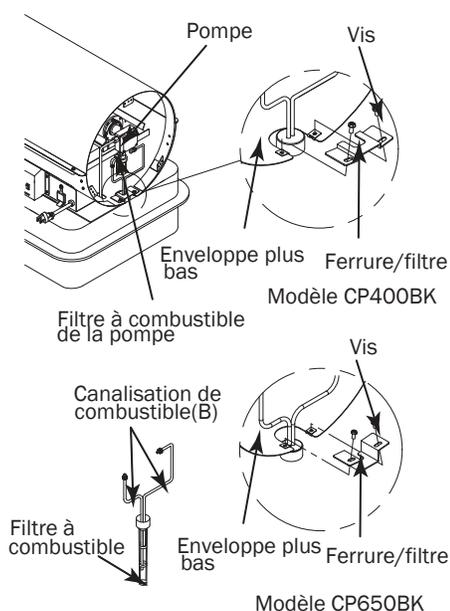

Figure 22 – Déposer le filtre du réservoir à combustible
- Débrancher la canalisation de combustible (B) de la pompe et de son filtre avec une clé de 3/8 po (voir la Figure 22).
- Raccorder les canalisations de combustible (B) à la pompe et à son filtre.